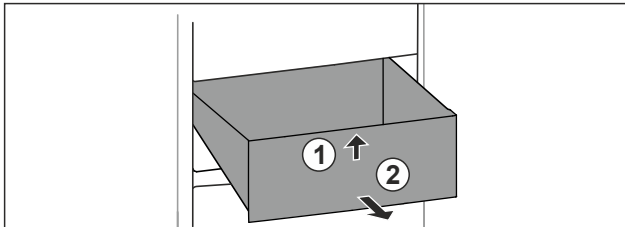

Fig. 100
- Soulever la partie avant du tiroir. Fig. 100 (1).
- Retirer le tiroir par l'avant. Fig. 100 (2)